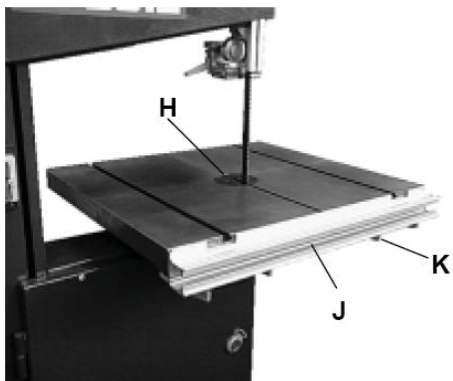
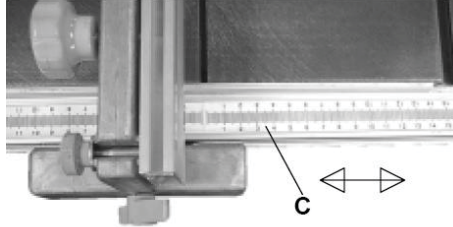

Рис. 4
Рис. 11
- Установите пластиковую вставку стола (H) в центр стола угловой поверхностью вниз (Рис. 4).
- Чтобы установить направляющую (J), прикрепите её четырьмя винтами с шайбами (K) к переднему краю стола (Рис. 4).
- Чтобы отрегулировать шкалу направляющей, ослабьте четыре винта (см. К, Рис. 4) под столом и подвиньте шкалу и направляющую (С) в сторону (Рис. 11).